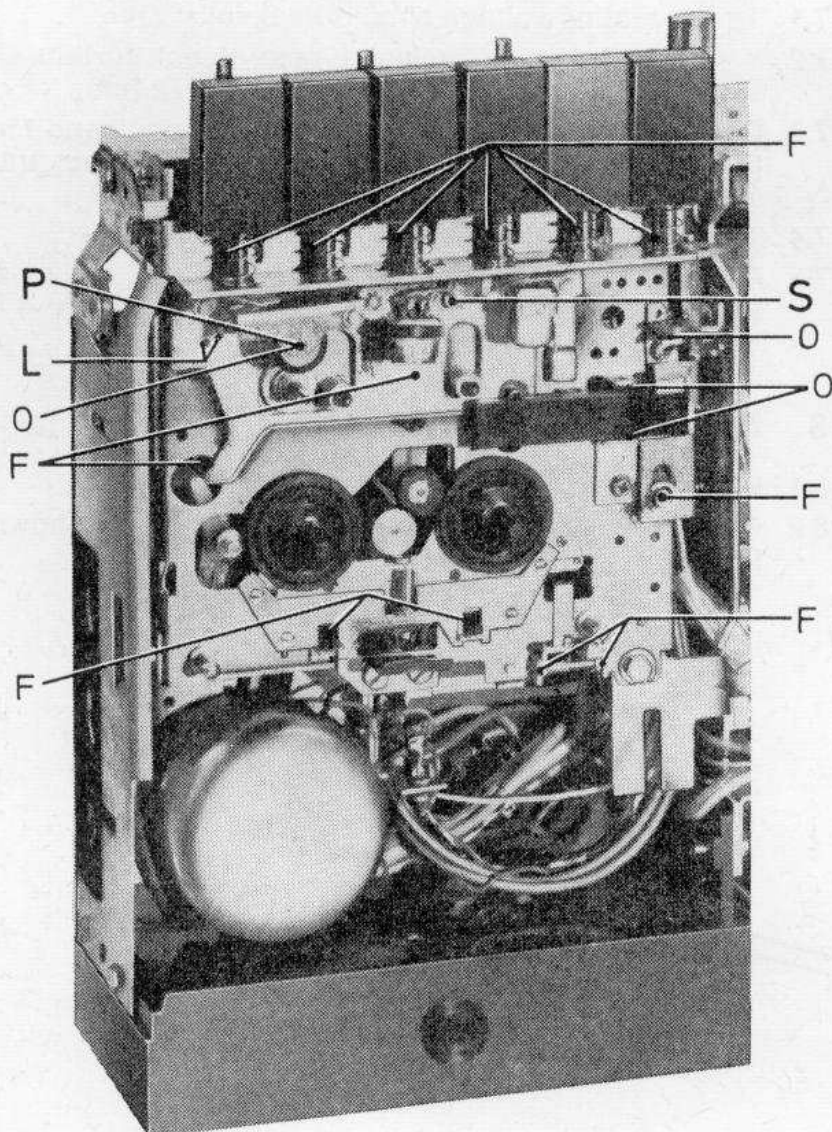

Fig. 7
- 17.1 Der Druck der Andruckrolle wird mittels einer Federwaage an Punkt P (Fig. 7) gemessen. Er soll zwischen 490–610 p liegen. Die Rolle muß an die Tonwelle angedrückt sein.
- 17.2 Zur Veränderung des Druckes kann die Feder in ein anderes Loch L (Fig. 7) eingehängt werden.
- 18.1 Nach dem Auswechseln des Hör/Sprechkopfes oder falls eine Nachjustierung erforderlich ist, muß der Kopf durch Drehen der Befestigungsmutter S (Fig. 7) eingeregelt werden.
- 19.1 Nach längerem Gebrauch können die in Fig. 7 und 8 angegebenen Stellen geschmiert werden. (F = Fett, O = Öl).
- 17.1 The pressure of the pressure roller is measured at point P (fig. 7) by means of a spring balance. It should be between 490 to 610 p. The roller must be pressed to the capstan.
- 17.2 To modify the pressure, hook the spring in another hole L (fig. 7).
- 18.1 After the exchange of the record/playback head, or if a readjustment becomes necessary, the head must be adjusted by turning the mounting nut S (fig. 7).
- 19.1 After longer use the points given in figs. 7 and 8 can be lubricated. (F = grease, O = oil).